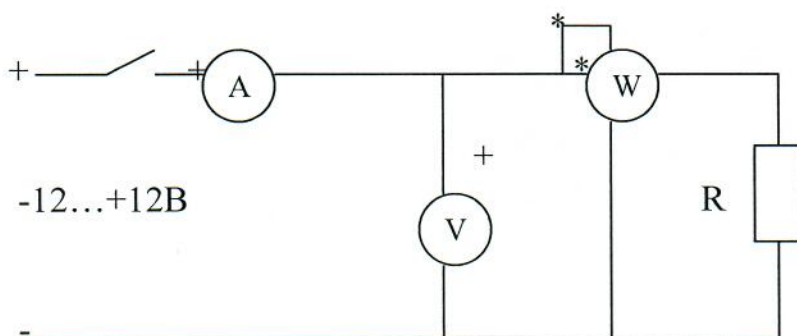
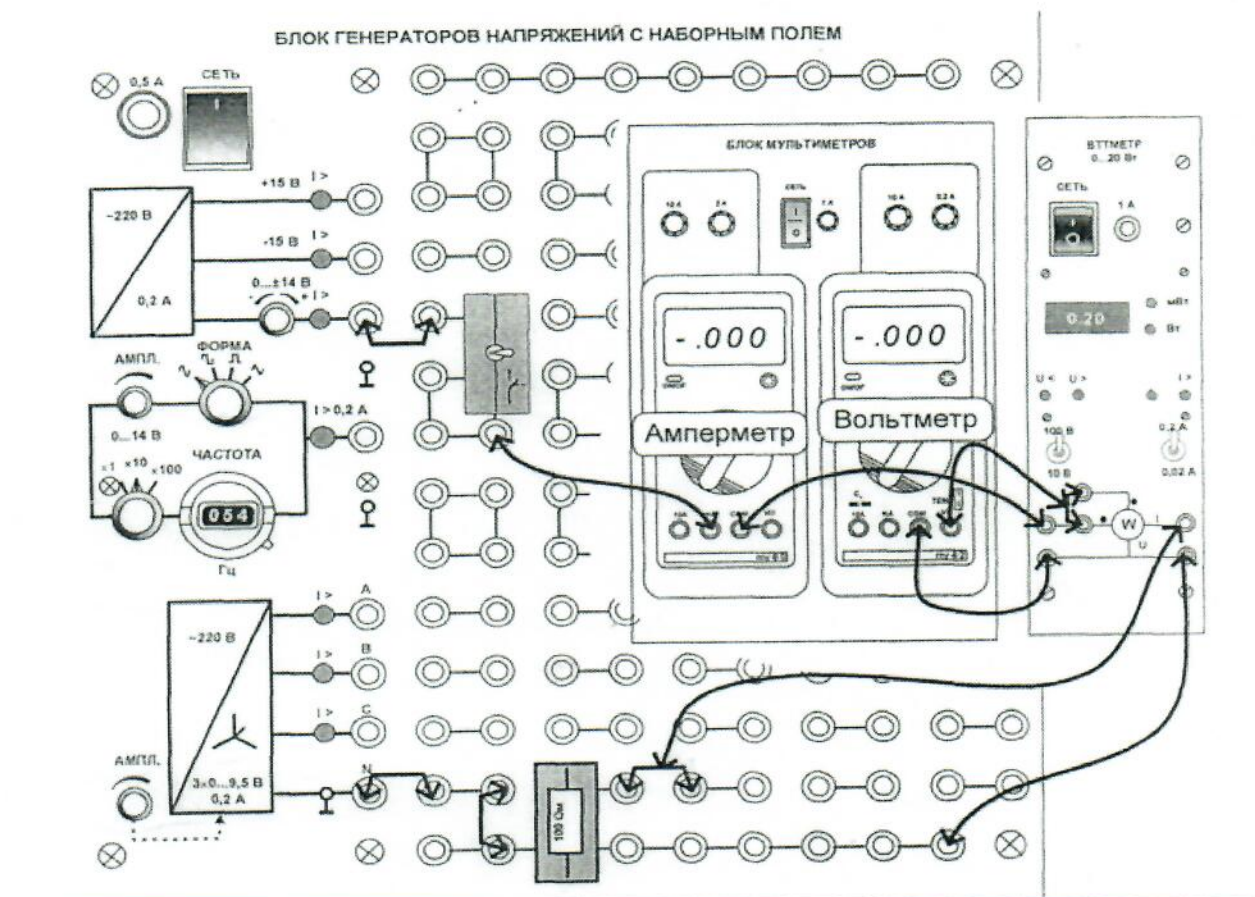

Рисунок 3.1 – Принципиальная схема
Рисунок 3.2 – Монтажная схема
– Соберите цепь в соответствии с принципиальной схемой (рисунок 3.1) и монтажной схемой (рисунок 3.2), установив в наборную панель сопротивление $R_{\text{ном}} = 100$ Ом. Запишите значение сопротивления в таблицу 3.1.